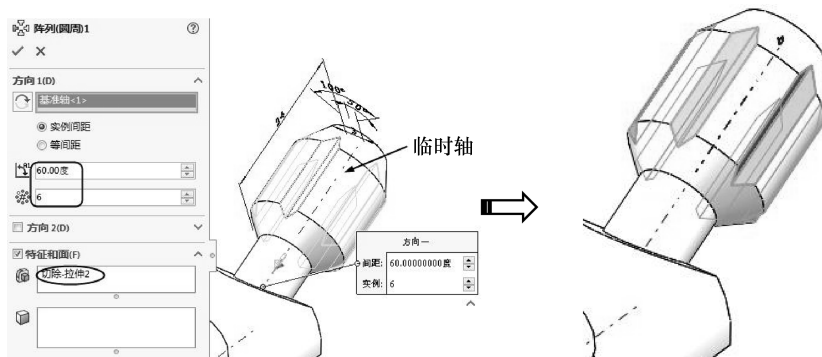

图 3-115 创建阵列特征
- 拾取旋转特征 1 的轴作为阵列参考，输入阵列个数为 6，成员之间的角度为 60，单击【确定】按钮, 完成阵列操作，如图 3-115 所示。